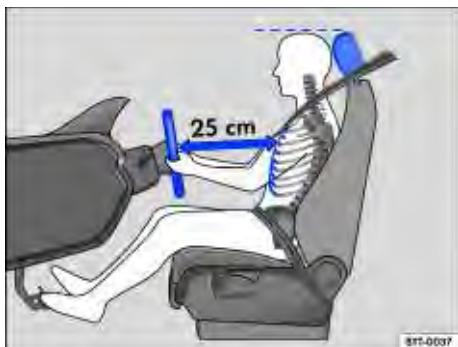
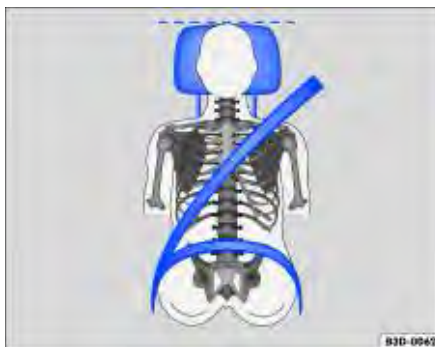

Fig. 37 A distância correta entre o condutor e o volante deve ser de, no mínimo, 25 cm.
Fig. 38 Posição correta do cadarço do cinto de segurança e ajuste correto do apoio para cabeça.
- Ajustar o banco de modo que a distância entre ele e o tórax tenha no mínimo 25 cm $\Rightarrow$ Fig. 37 e que o condutor possa segurar o volante pela borda externa com as duas mãos e os braços ligeiramente dobrados.
- Para os bancos com apoio para cabeça: ajustar o apoio para cabeça de modo que a sua borda superior se encontre preferencialmente na mesma linha da parte superior da cabeça $\Rightarrow$ Fig. 37 e $\Rightarrow$ Fig. 38 – porém não abaixo da altura dos olhos. Posicionar a parte posterior da cabeça o mais perto possível do apoio para cabeça.